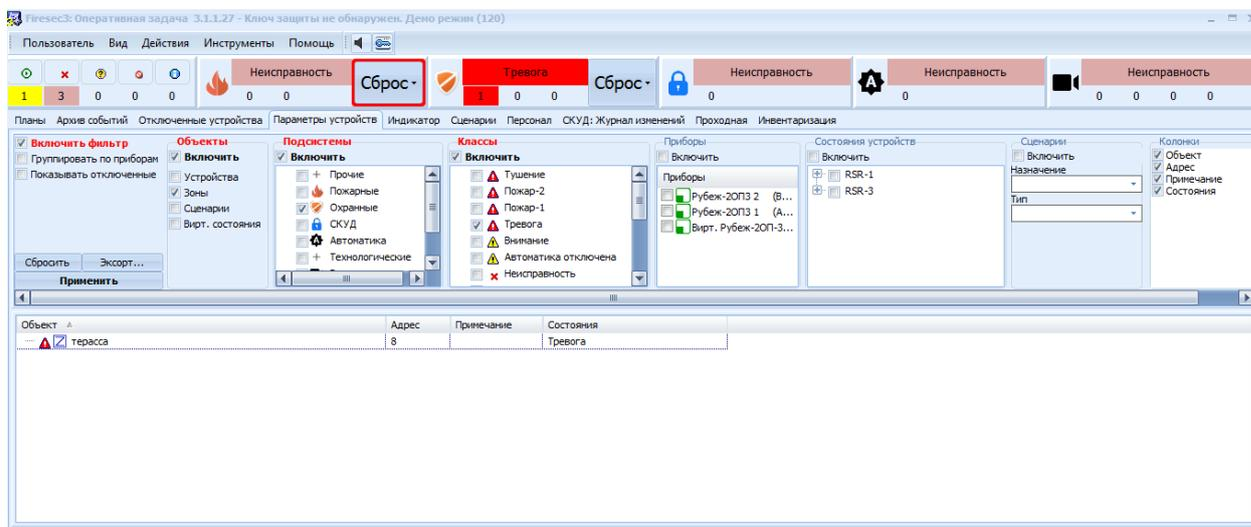

Рисунок 22.21 Окно вкладки Параметры устройств с примененным фильтром
- нажать кнопку **Применить** (Рисунок 22.21).